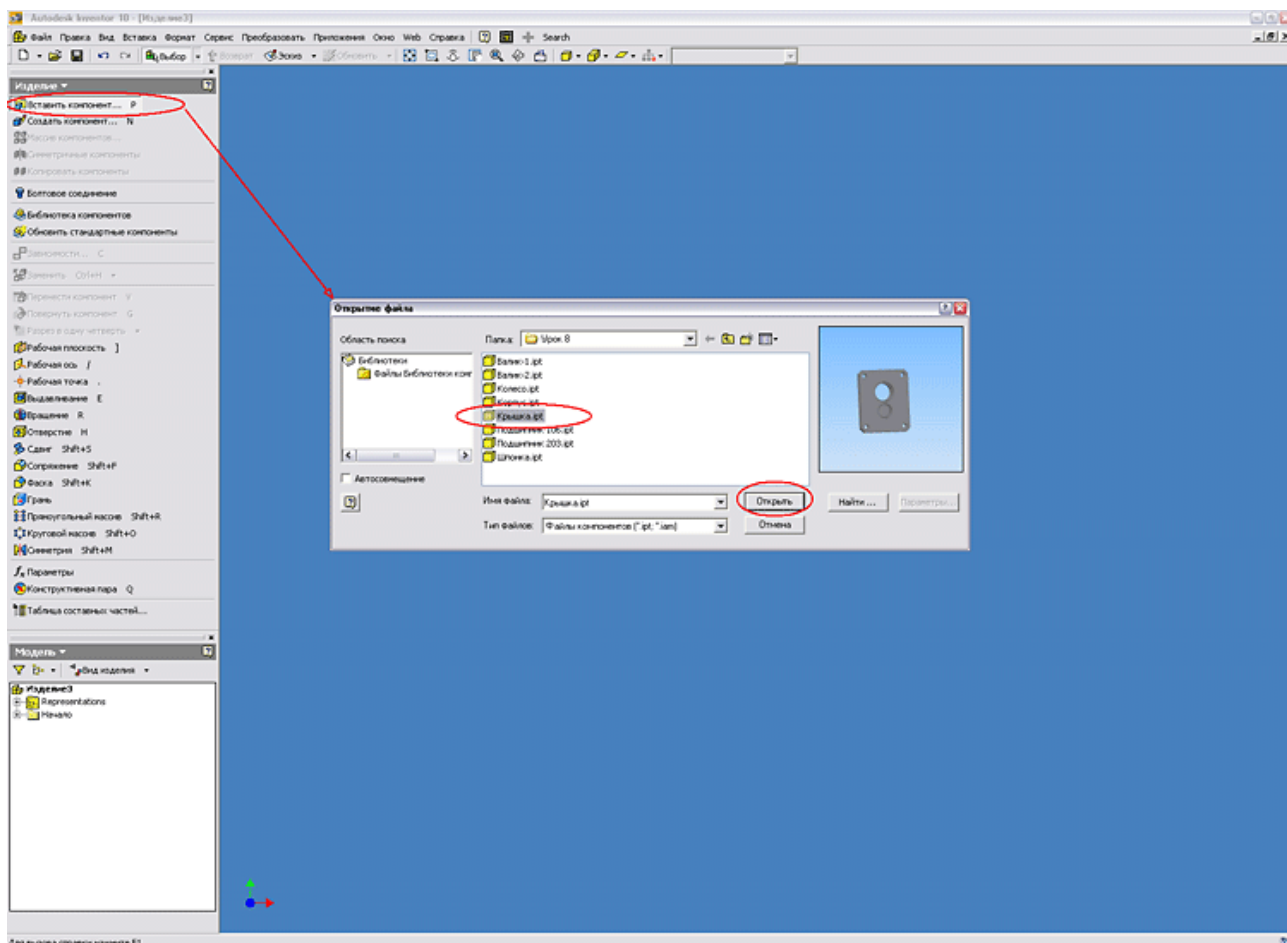

Рис. 2
2. Построение сборки начинаем с базовой детали «Крышка», так как относительно нее позиционируются все остальные детали конструкции. Для того чтобы вставить деталь – компонент сборки необходимо в палитре инструментов «Изделие» нажать на кнопку «Вставить компонент» и в открывшемся диалоговом окне выбрать необходимый файл и нажать кнопку «Открыть» (см. Рисунок 2).